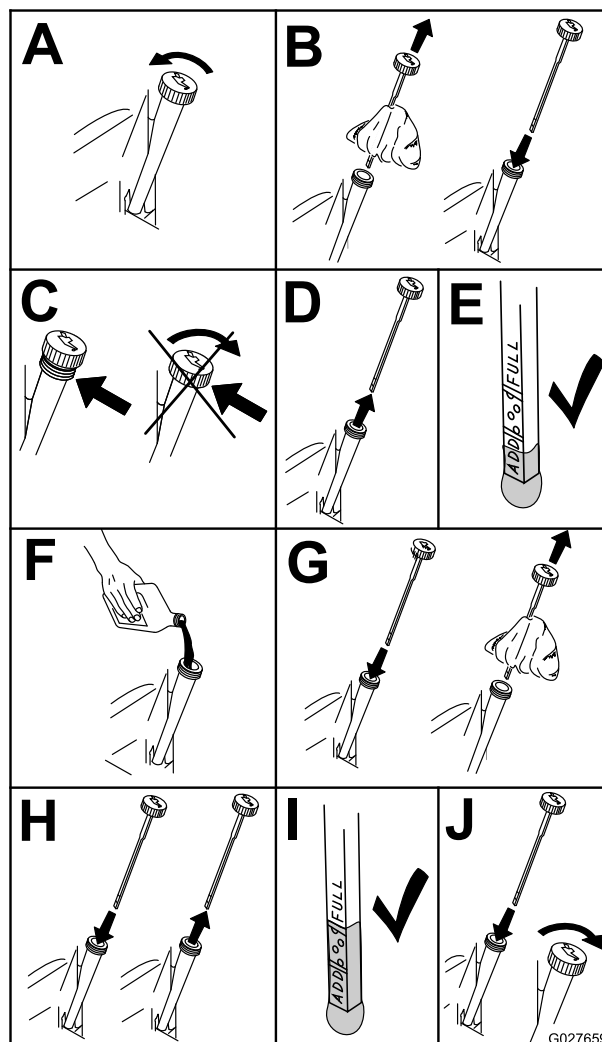

Figure 48
2. Avant de quitter la position de conduite, coupez le moteur, enlevez la clé de contact et attendez l'arrêt complet de toutes les pièces mobiles (Figure 48).